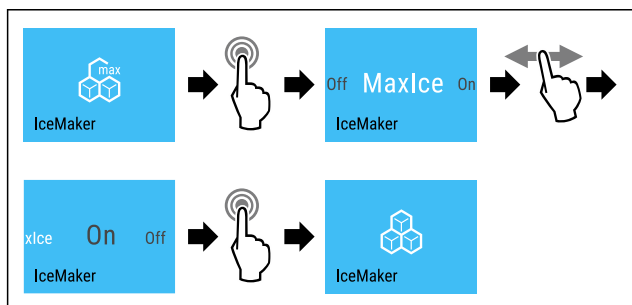

Fig. 19
- ▶ Eseguire i passaggi (vedere Fig. 19).